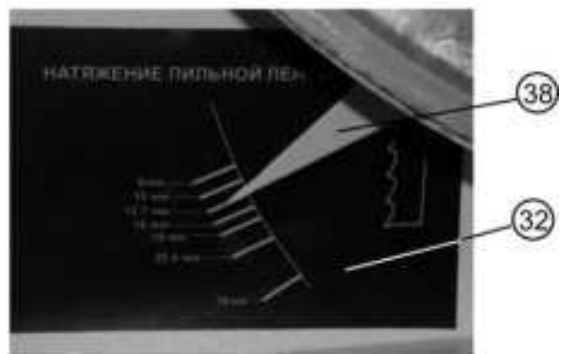

Рис. 12
11.4.3. Регулировка пильной ленты (10) производится вращением маховика натяжения (4), контролируется по шкале (32) и указателю (38), Рис. 12, через окно индикатора натяжения (5), расположенное на верхнем кожухе (6) пилы, в зависимости от ширины применяемой пильной ленты (10), Рис. 2.